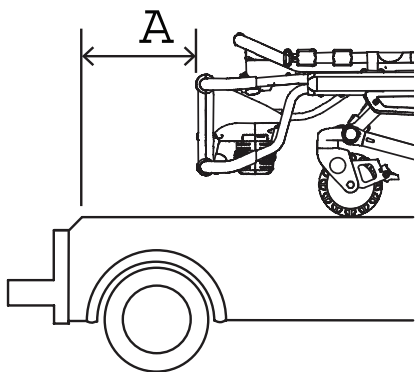

Figura 4 – Distância da soleira à maca (A)
1. Selecione a distância da soleira à maca (A) (Figura 4).
2. Utilizando a tabela abaixo apresentada, selecione a sua secção com base na distância da soleira à maca (A).